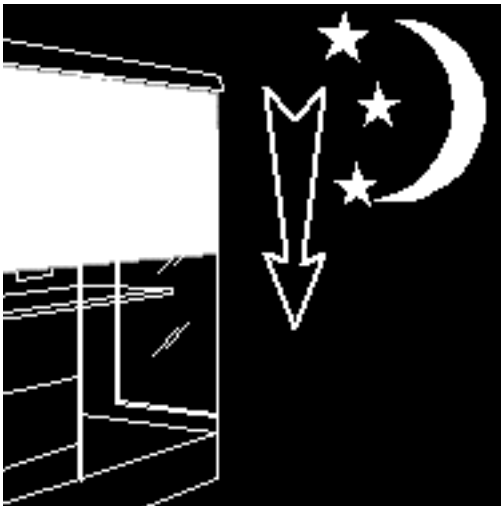

fig. 11
- utiliser les rideaux de nuit pendant les heures de fermeture du magasin (fig. 11): vous éviterez de cette façon d'inutiles consommations d'énergie en obtenant en même temps une meilleure conservation des produits exposés. Les rideaux de nuit manuels s'accrochent à la partie inférieure du pare-chocs.